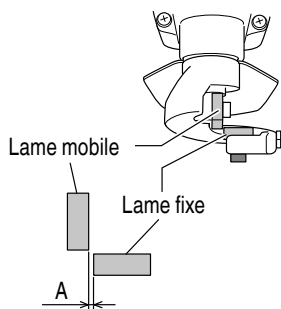
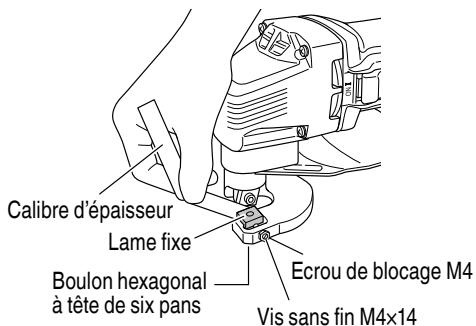

Fig. 5
Fig. 6
5. Changement d'outils d'application (Fig. 5, 6)
Régler l'écart horizontal entre les lames de découpe (A dans la Fig. 5) à environ 1/10 ième de l'épaisseur de la plaque à découper en suivant les procédures suivantes (Fig. 6).
La cisaille utilise des lames jetables. Chaque lame possède 8 bords de coupe comme montré dans la Fig. 5. Après avoir coupé, avec un bord, 1300ft. (400m) de panneau, les performances de coupe tombent. Dans ce cas, tourner la lame dans une autre direction pour utiliser un autre bord de coupe. Une fois les 8 bords de coupe utilisés et usés, remplacer la lame.